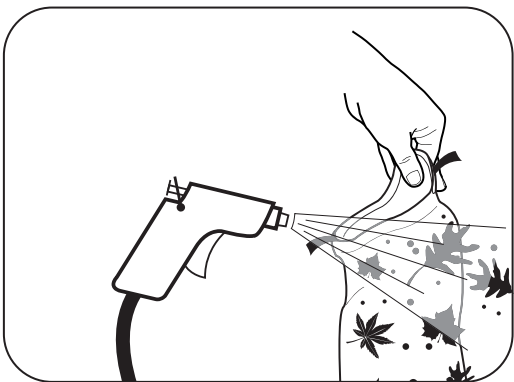

Figura 16. Enjuagar
5. Con una manguera con agua limpia, enjuague la bolsa del filtro y la tapa para eliminar todos los residuos (Figura 16).